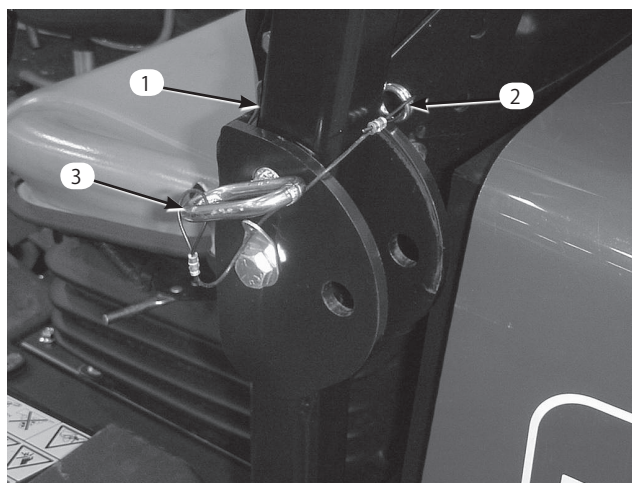

図30
1. ROPS を下げるには、機体の左右でヘアピン・コッターを抜き、ピンを外す (図30)
3. ピンとヘアピン・コッターで固定する (図30)。
4. ROPS を立てるには、機体の左右でヘアピン・コッターを抜き、ピンを外す (図30)
5. ROPS をまっすぐに立ててピンで固定し、ヘアピン・コッターでロックする (図30)。